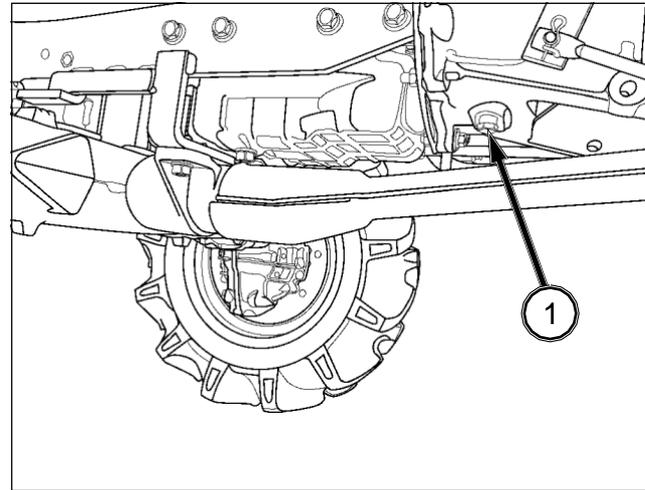

FIG. 125
FIG. 125: Debe retirarse el tapón (1) situado en la parte inferior del cárter del embrague una vez al año o cuando el embrague empiece a patinar. Toda fuga de aceite por la junta trasera del cigüeñal o del árbol de transmisión provocará un flujo de aceite a través del orificio. Póngase en contacto con su agente ISEKI en caso de fuga de aceite.